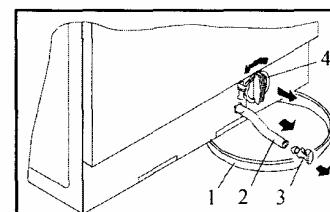

Рисунок 10
- Подставьте емкость 1 (ванночку, тарелку или т.п.) (см. рис. 10) под фильтр насоса.